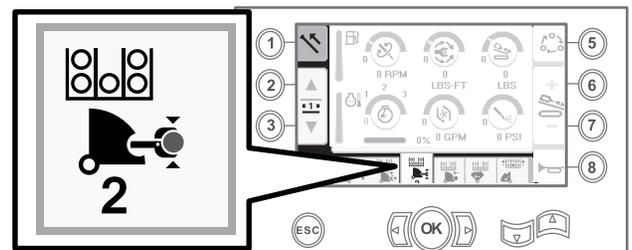

Figura 10
- Suelte el interruptor basculante para continuar con el paso siguiente de la secuencia (Figura 10).